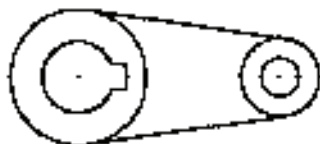

图 4-53 删除辅助线
9) 单击“修改”工具栏中的“删除”按钮，删除辅助线。结果如图 4-53 所示。